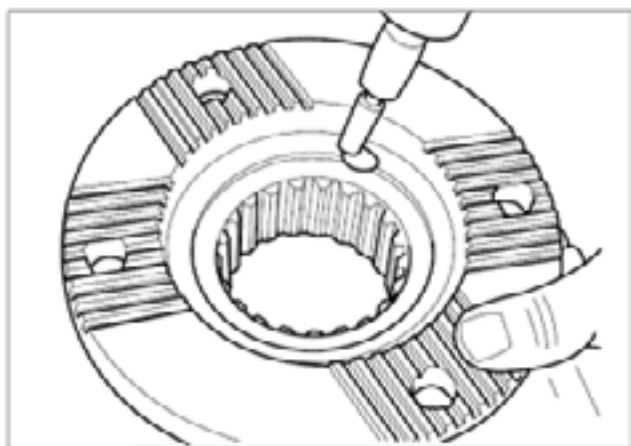

Fig. 2.26
10. Remova quaisquer rebarbas encontradas no flange com o auxílio de uma esmerilhadeira com ponta esférica. (Fig. 2.26)